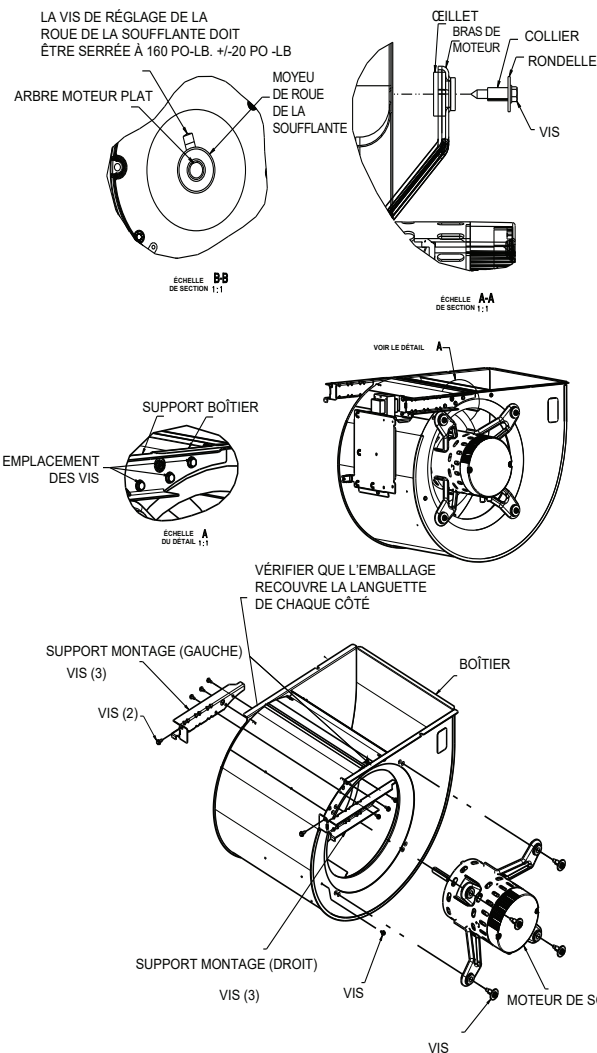

Fig. 67 – Bloc soufflante du modèle 100V21--22
REMARQUE : Sur le modèle 100V21--22, la vis supérieure fixant la soufflante à l'étagère doit être retirée pour pouvoir retirer la soufflante. (Voir Fig. 67)
- REMARQUE :** Sur le modèle 100V21--22, assurez-vous que l'enceinte de la soufflante repose sur les deux languettes des parois latérales de la soufflante. (Voir Fig. 67)